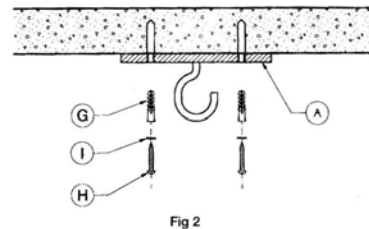

Fig 2
- Pour assurer une fixation correcte, percer le plafond au diamètre des chevilles (G) fournies avec l'appareil.
- Insérer les 2 chevilles et fixer le support crochet en tôle (A) avec les vis (H) et rondelles (I) fournies (fig.2)